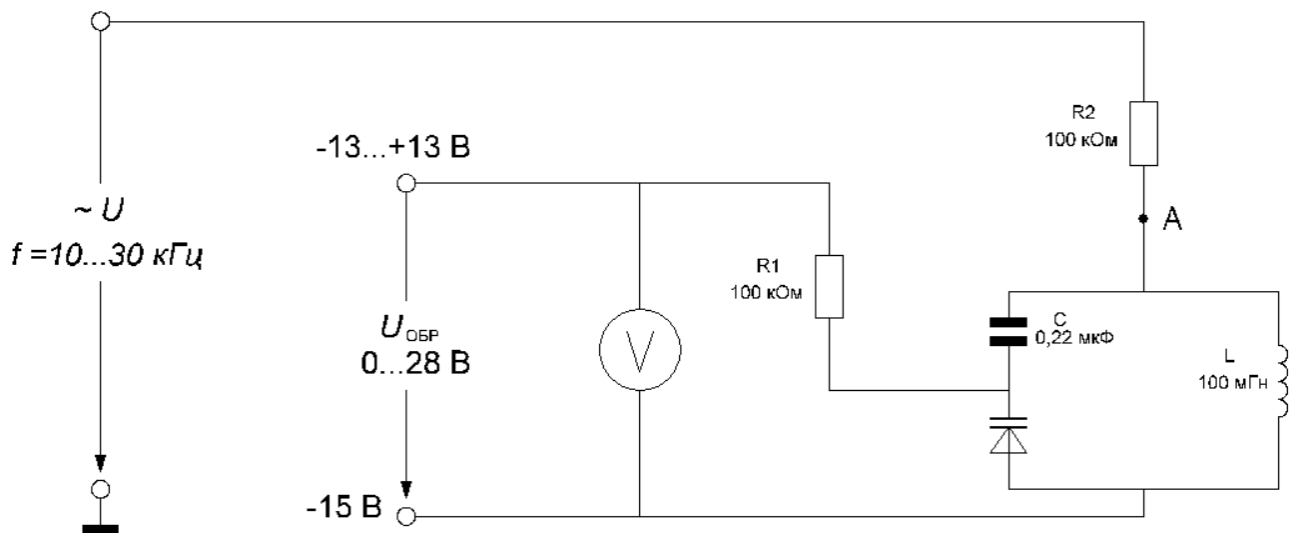

Рис. 5.5
- Соберите цепь параллельного резонансного контура согласно принципиальной схеме (Рис. 5.5). Конденсатор  $C = 0,22 \text{ мкФ}$  служит для исключения пути протекания постоянного тока через катушку и ввиду большой емкости не влияет на параметры резонансного контура.